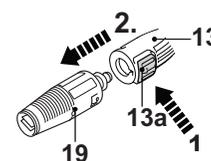
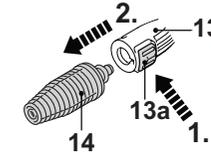

Fig. 34
Fig. 35
8. Appuyez sur le bouton de déverrouillage (13a) et démontez la buse vario (19) (Fig. 34) ou la buse rotative (14) de la lance d'extension fixe (13) (Fig. 35).